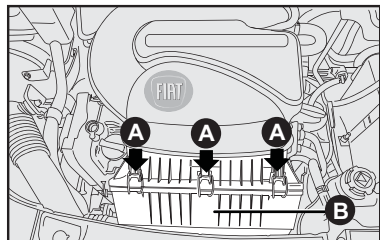

fig. 12
SUBSTITUIÇÃO - fig. 12, 13 e 14
- Soltar os grampos **A-fig. 12** e retirar a tampa **B-fig. 12** pelo lado esquerdo;